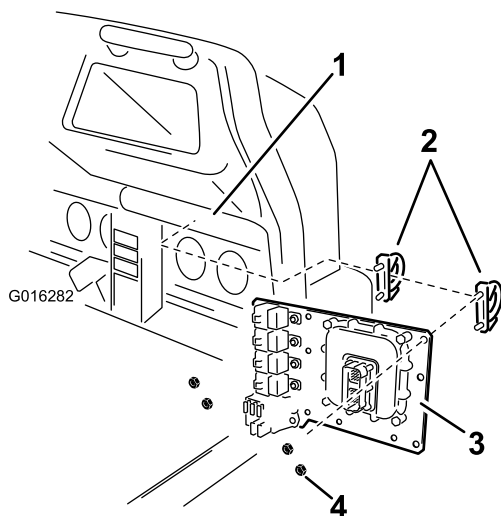

Figura 15
- B. **Con il sistema di irradiazione Workman 200:** Montate la piastra con cavallotti e 2 dadi & Nut5_16 come illustrato in Figura 15.